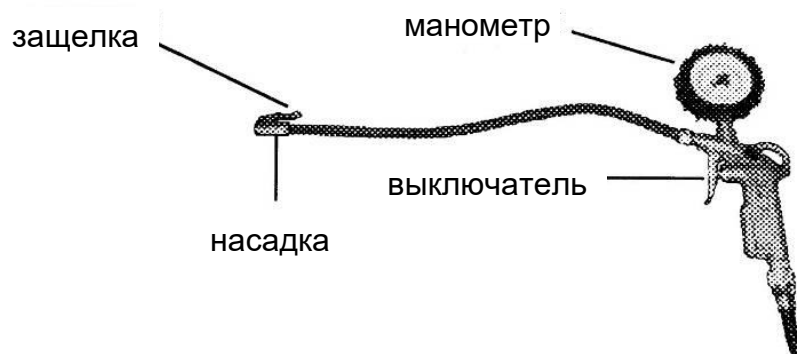

Рисунок 4
6.1.5 Нажмите защелку на манометре, чтобы выпустить воздух из насадки (рисунок 4).
6.5.1 Для накачивания шины наденьте наконечник воздушного манометра (рисунок 4) на ниппель шины с запорным рычагом в позиции "UP". Проверьте состояние шины и убедитесь, что наконечник полностью закручен на резьбу ниппеля.